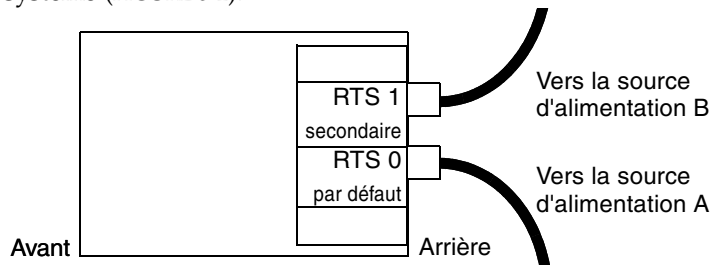

FIGURE 3-2 Une unité RTU et deux sources d'alimentation en courant alternatif indépendantes
- Dans une configuration avec une unité RTU et deux sources d'alimentation en courant alternatif indépendantes, vous devez connecter deux câbles, tous les deux à l'arrière du système (FIGURE 3-2).